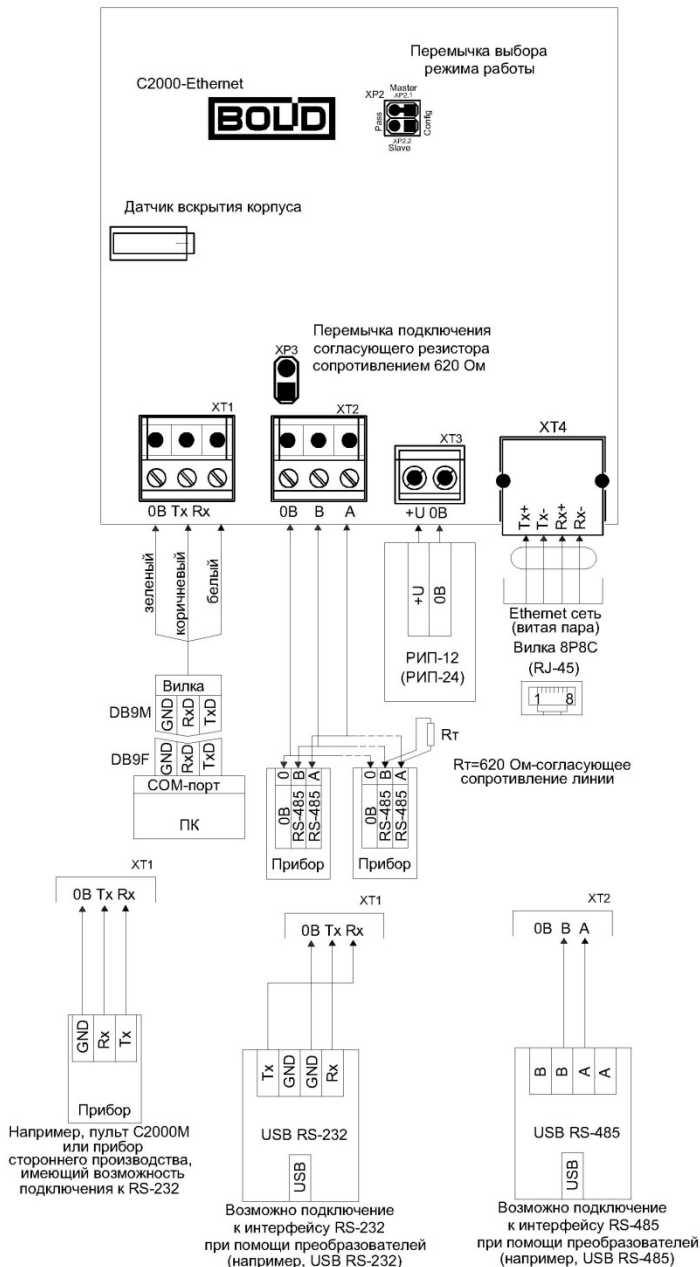

Рисунок 8 Схема подключения «C2000-Ethernet»
3. Подключение по RS-232 осуществляется только к контактам Rx, Tx и 0В (см. **Рисунок 8** «Схема подключения C2000-Ethernet»). Невозможно подключение приборов, требующих управление потоком.